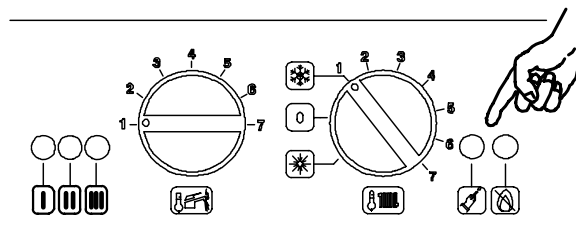

Fig. 7.3
3 Keep the boiler reset push-button pressed, see Fig. 7.3 for about 10 secs., the blockage LED will start flashing.
3 Держать нажатой кнопку перезапуска бойлера Fig. 7.3 в течение около 10 секунд, начнёт мигать индикаторная лампа блокирования.
- 5 If this sequence is not displayed, press the reset push-button, see Fig. 7.3 as many times as required (4 times) for the correct displaying.
- 6 To display the current set-up, keep the reset push-button shown on Fig. 7.3 pressed for about 5 seconds. Signal LEDs will flash as many times as the number shown near the gas type description.
- 5 Если не отображаются в настоящем порядке, нажать кнопку перезапуска, указанную в Fig. 7.3 несколько раз (4 раза) до отображения
- 6 Для отображения установленной настройки, держать нажатой кнопку перезапуска, указанную в Fig. 7.3 в течение около 5 секунд. Индикаторные лампы будут мигать такое количество раз, какое число приведено сбоку от описания вида газа.